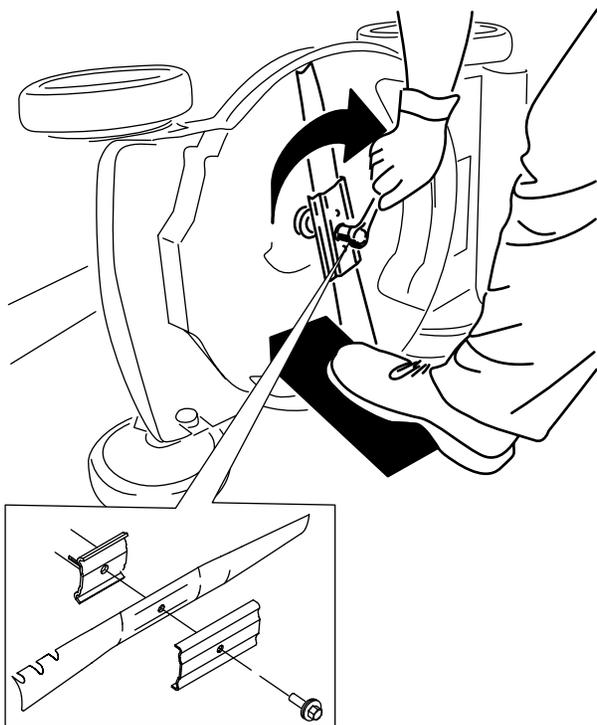

Figura 50
5. Montate la nuova lama usando la bulloneria di montaggio (Figura 50).